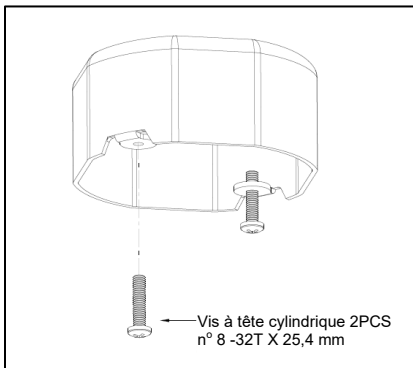

Figure 7
- Installer les 2 vis (1) de la trousse de montage fournie dans les trous filetés du boîtier de raccordement. (Voir la figure 7)